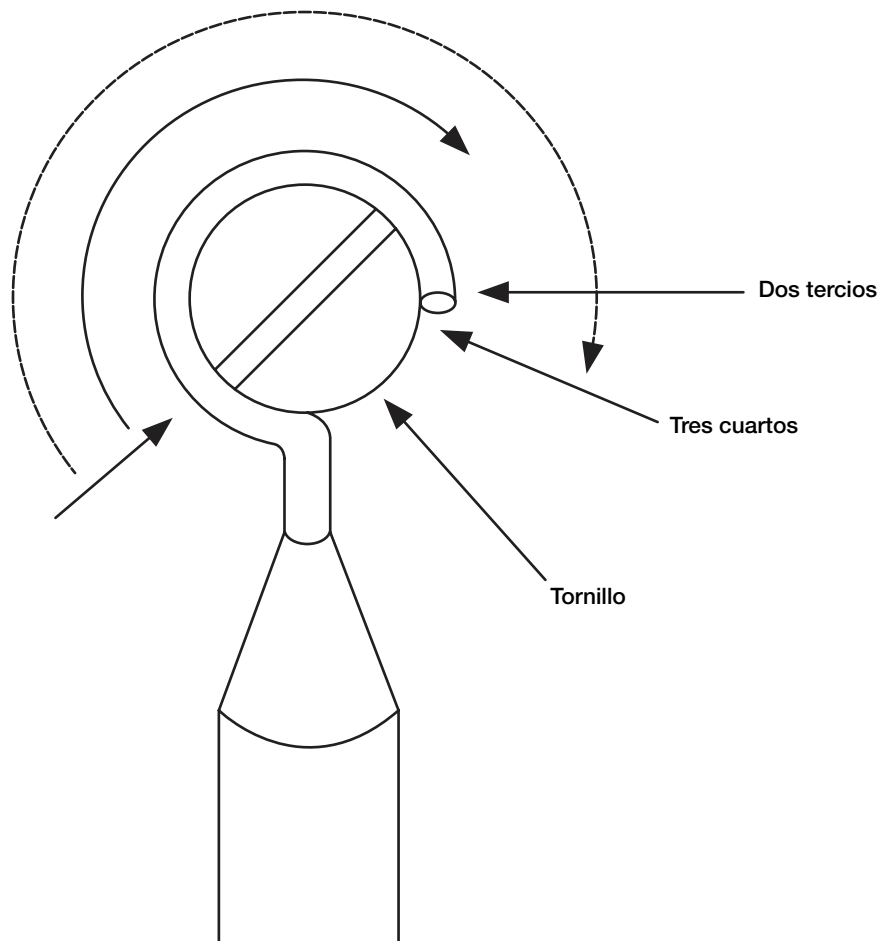

Figura 5.9. Conexión correcta.
1. Enrollar la parte desnuda del conductor dos tercios o tres cuartos de la distancia alrededor del poste del tornillo, como se muestra en la figura 5.9. La vuelta se hace de tal forma que, al girar el tornillo para apretar, ésta tienda a cerrarse más, en lugar de abrir.